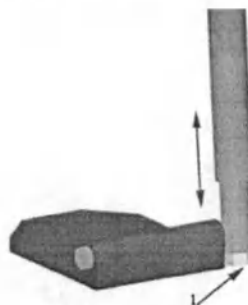

Рис.1.11
5.1.3 Отрегулировать высоту подножек с помощью болтов (Рис.1.11) . При необходимости подножки могут откидываться в сторону при помощи механизмов фиксации.
5.4 Кресла оснащены съемно-откидными, регулируемыми по длине голени подножками, оборудованными икроножными ремнями-упорами. Для установки подножки наденьте ее креплениями (поз.1, рис.1.9) на соответствующие крепления на раме, затем отведите подножку внутрь рамы до щелчка. Для снятия подножки нажмите на флажок (поз.1, рис.1.10) и отведите подножку в сторону, затем извлеките подножку из креплений движением вверх. Для регулировки подножки по длине голени ослабьте болт (поз.1, рис.1.11), установите подножку на нужную высоту, затяните болт.